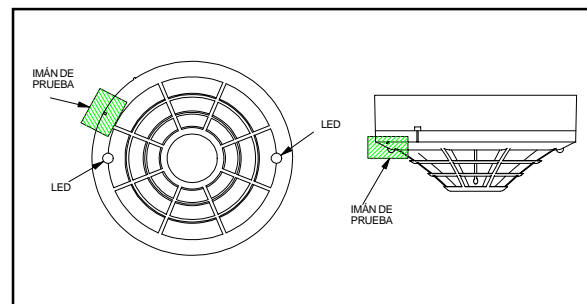

Figura 2. Ubicación del imán de prueba
1. Pruebe el sensor situando el imán de prueba opcional al lado de la carcasa exterior a unos 2 cm de distancia del LED siguiendo la dirección de las agujas del reloj, según se indica en la figura 2.